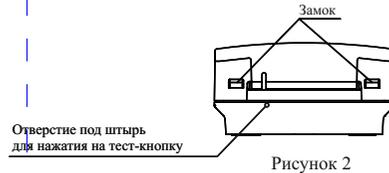

Рисунок 2
- отсоединить корпус от основания, нажав отверткой на замки внизу корпуса (рисунок 2). Кнопка извещателя при этом должна быть в ненажатом положении;